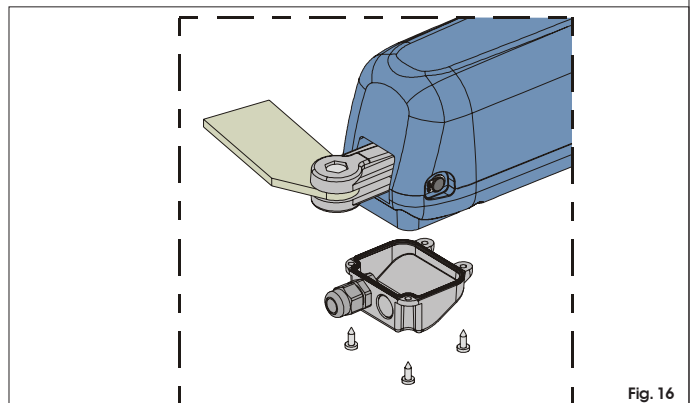

Fig. 16
- 4) Cierre la tapa con los cuatro tornillos suministrados en dotación, Fig.16.